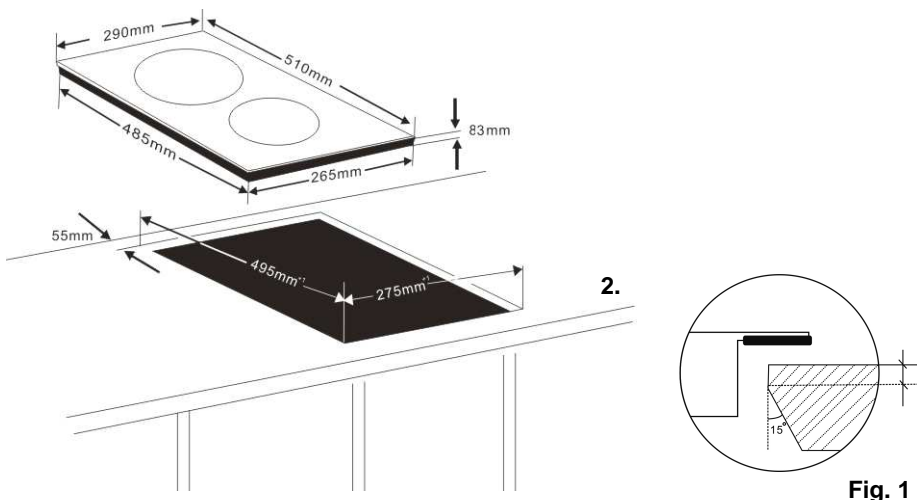

Fig. 1
3. Forare il piano di lavoro secondo le indicazioni fornite in figura. (Fig. 1)
4. In alternativa, la cucina ad induzione potrà essere montata sullo stesso livello della superficie del piano di lavoro, qualora quest'ultima sia realizzata in acciaio inossidabile o in altri materiali resistenti alle alte temperature (**Fig. 1**)